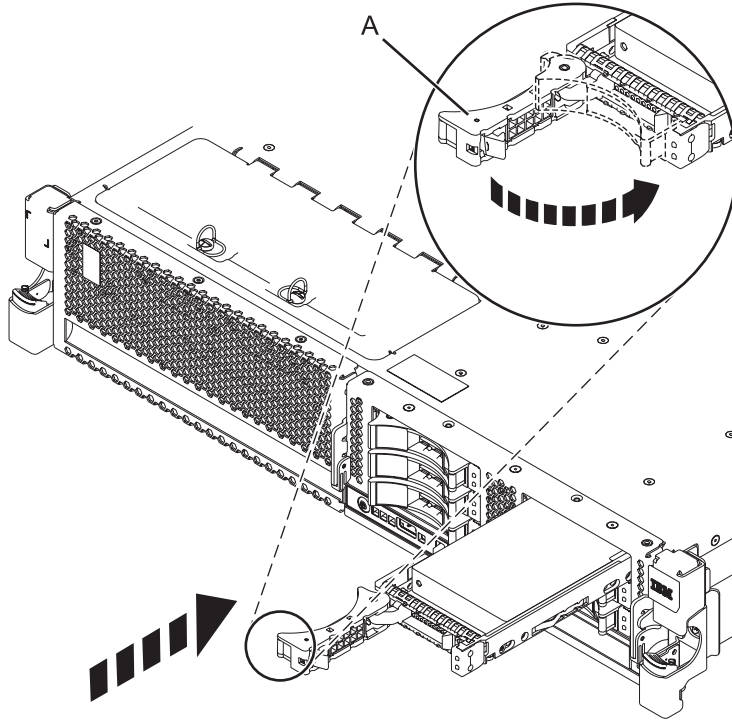

Figure 25. Installation d'une unité de disque dans l'unité centrale
4. Faites glisser complètement l'unité de disque ou l'unité SSD dans l'unité centrale ou l'unité d'extension, et poussez la poignée de l'unité (**A**) jusqu'à ce qu'elle s'enclenche. Pour plus d'informations, voir figure 25, à la page 43.